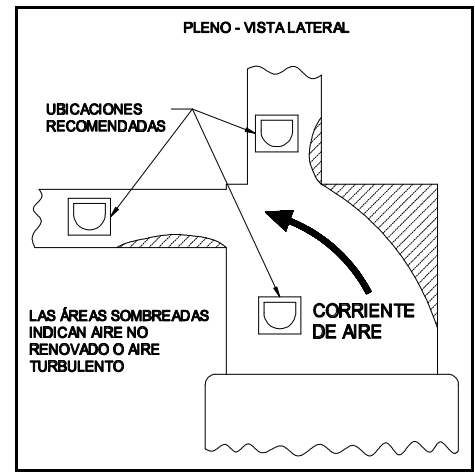

Figura 1
1. Elija la ubicación de su humidificador EVAPOMIST™ de manera que se logre el máximo beneficio de la circulación de aire normal del sistema de calefacción. Debe tenerse el cuidado de instalar la unidad en la zona con mayor velocidad de aire y lejos de las curvas del sistema de calefacción, en donde la turbulencia puede reducir la evaporación. En las instalaciones donde se use más de un humidificador, no los coloque en un lugar donde uno pueda obstruir la circulación de aire del otro. (Vea Figura 1)